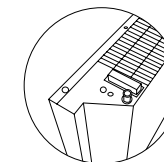

Fig. 6
Folosind șasiul (furnizat separat), după studierea anterioară a schemelor de montare (Fig. 6), instalați dispozitivul pe podea:
- Întoarceți cu atenție convectorul cu partea de jos în sus (Fig. 6).